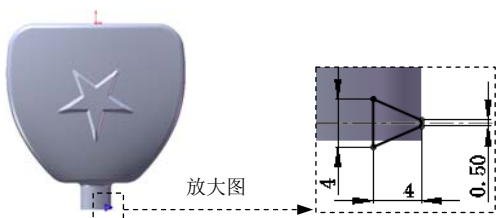

图 3.30.32 草图 9
Step28. 创建图 3.30.32 所示的草图 9。选取上视基准面作为草图基准面，绘制图 3.30.32 所示的草图。